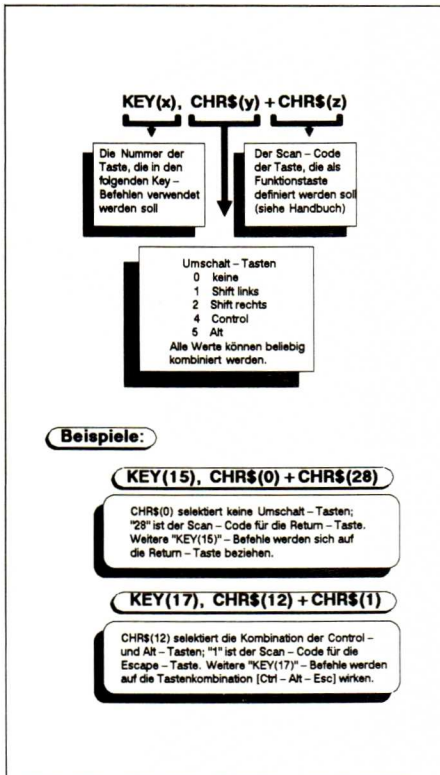

Bild 2. Definition von Funktionstasten mit Quick Basic
zu sehen ist. Eine Erklärung dieser Zuweisung finden Sie in Bild 2. Wie beim Zeitgeber wird eine Routine eingerichtet, um diese Taste zu behandeln. Dies findet in der Zeile `on key(15) gosub Ende` statt. Nachdem diese Zeile ausgeführt ist, wird jede Betätigung der Return-Taste die Routine »Ende« aufrufen. Die Arbeitsweise der beiden Routinen »NeueZeit« und »Ende« macht deutlich, wie ein Programm mit leerer Hauptschleife doch etwas machen kann. Viel nützlicher ist es natürlich, wenn in der Hauptschleife einiges